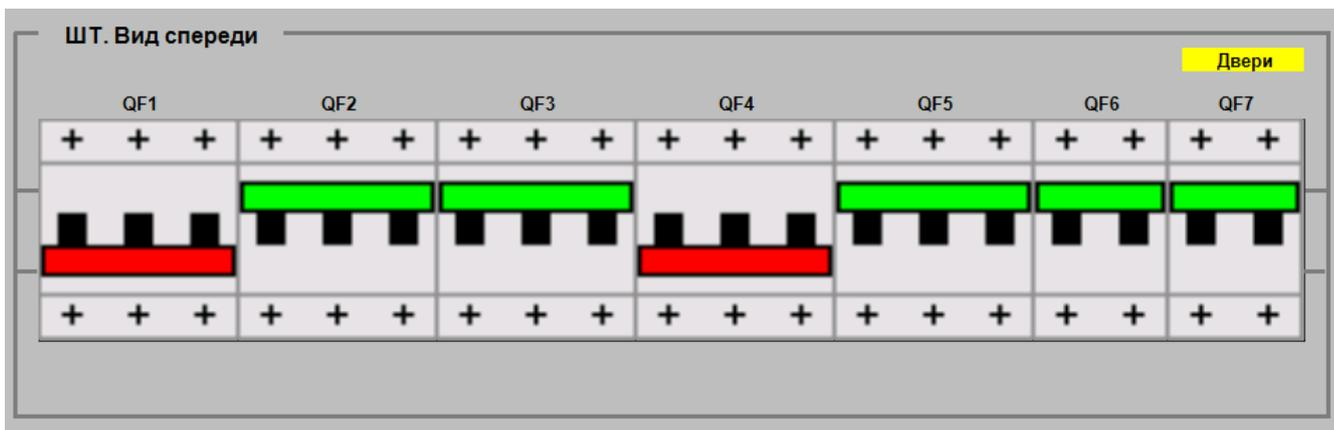

Рисунок 7.47 – Диагностика трансформаторного шкафа
Расширенная диагностика трансформаторного шкафа (рисунок 7.47) содержит состояние (включен/выключен) его автоматических выключателей (QF), а также индикацию положения дверей шкафа.